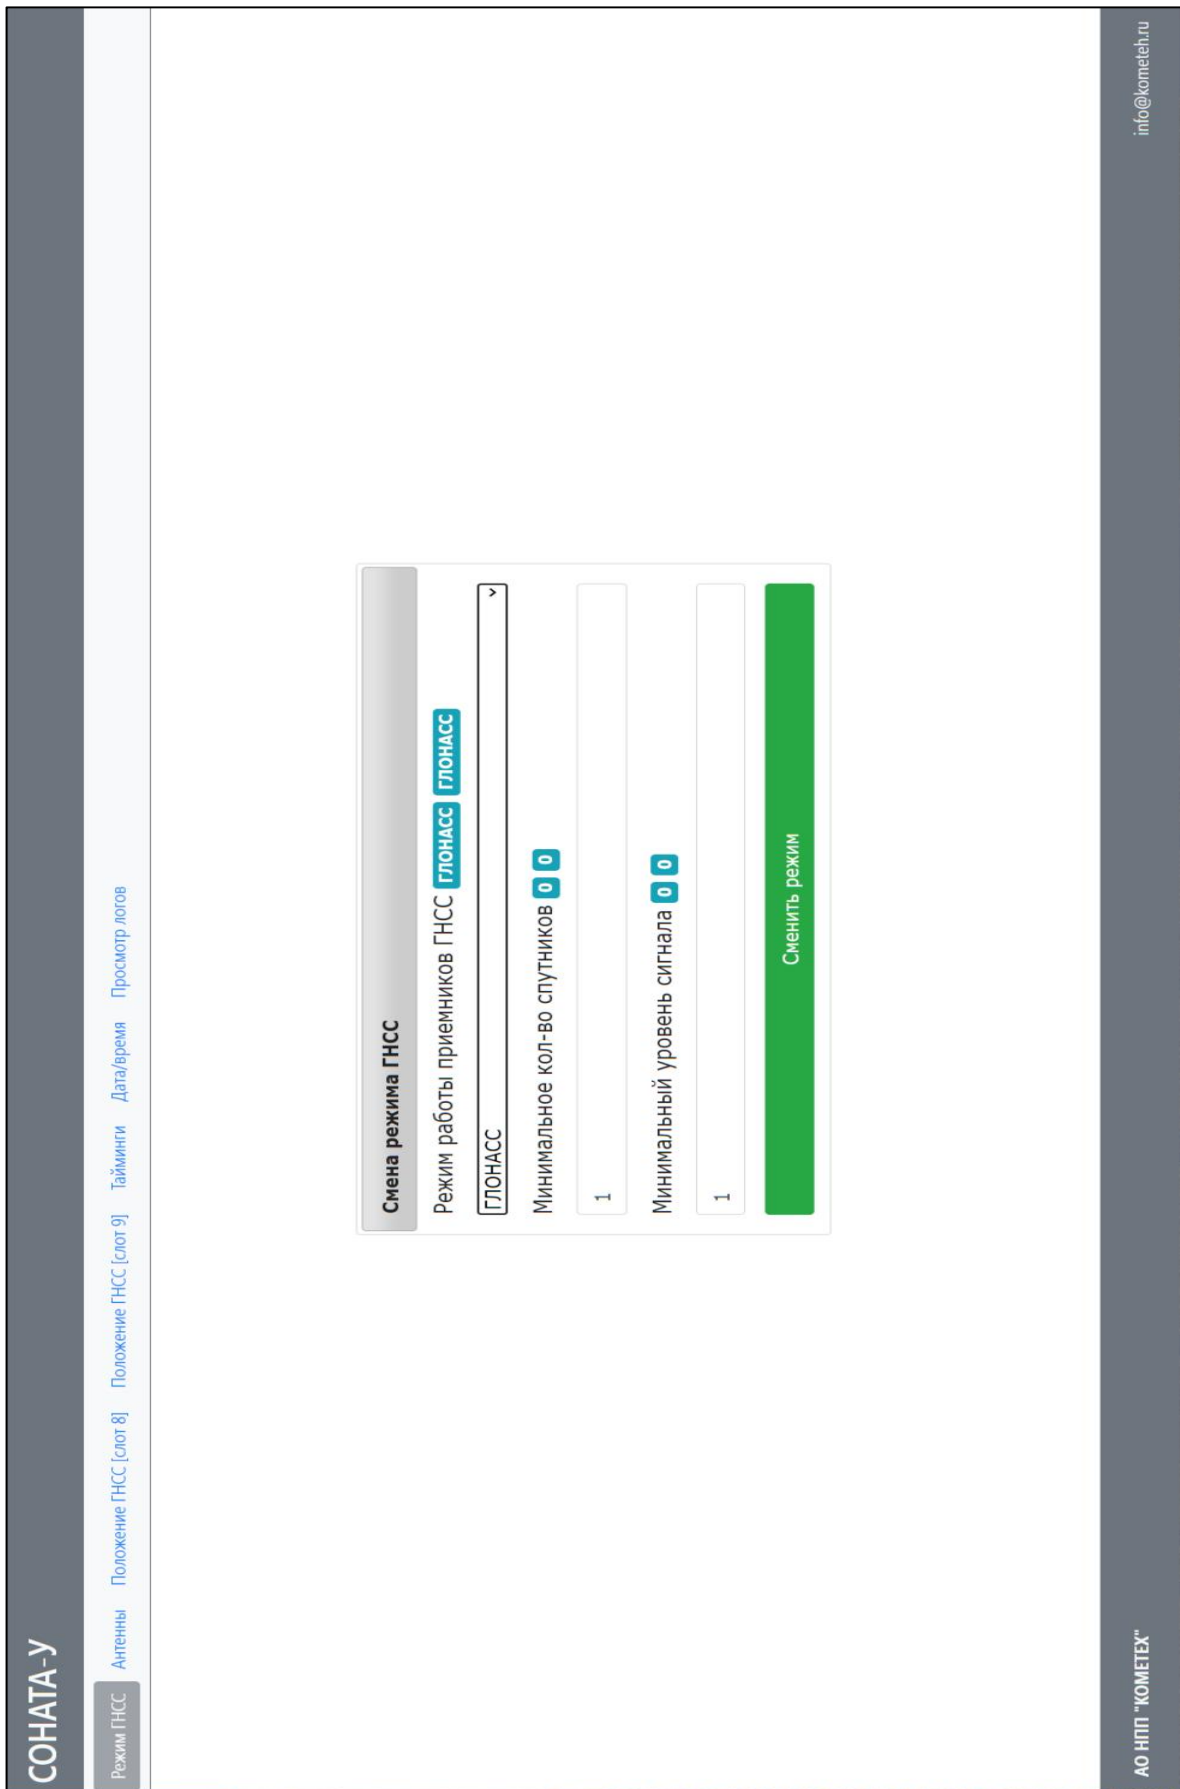

Рис. 7. Вкладка установки режима ГНСС
– при наличии подключенных антенн ГНСС установить для каждого приемника режим работы от сигналов ГЛОНАСС, минимальное количество спутников 1 и минимальный уровень сигнала 1. Для этого в меню служебных настроек (см. п.1) перейти на вкладку установка установки режима ГНСС «Режим ГНСС» (Рисунок 7).